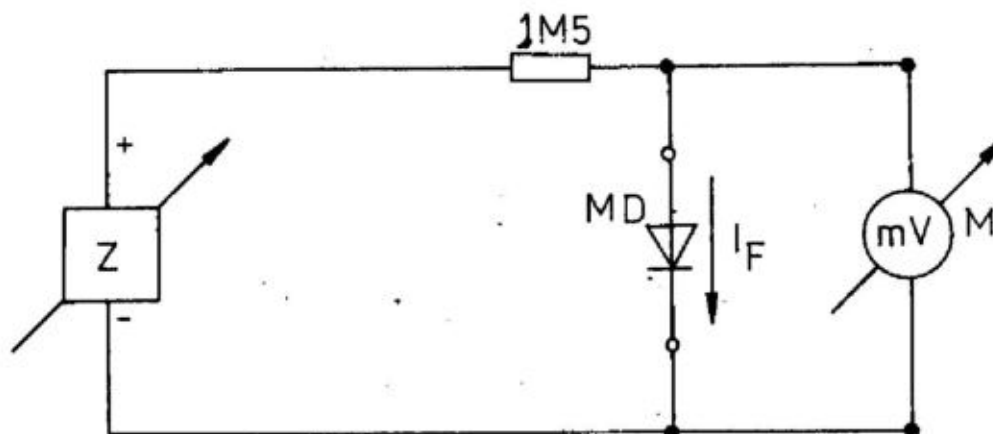

Bild 3: Meßschaltung zum Messen des Videowiderstandes
1)  $R_V = U_F / I_F$ ; Meßschaltung s. Bild 3